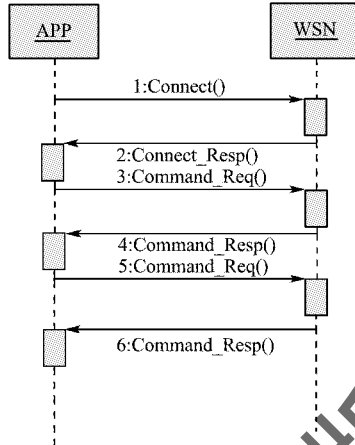
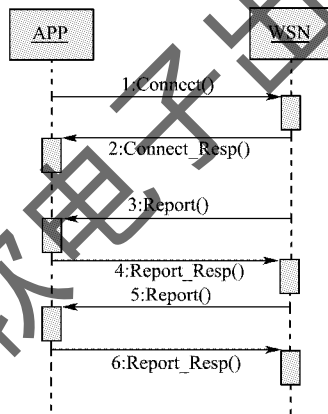

图 5-11 T1 通道
图 5-12 T2 通道
(1) 打开 WSN\_Zigvine\_Test.exe 软件。查看【指令记录】选项卡,里面显示 T1、T2 通道连接成功;T1 通道、T2 通道流程如图 5-11、图 5-12 所示。